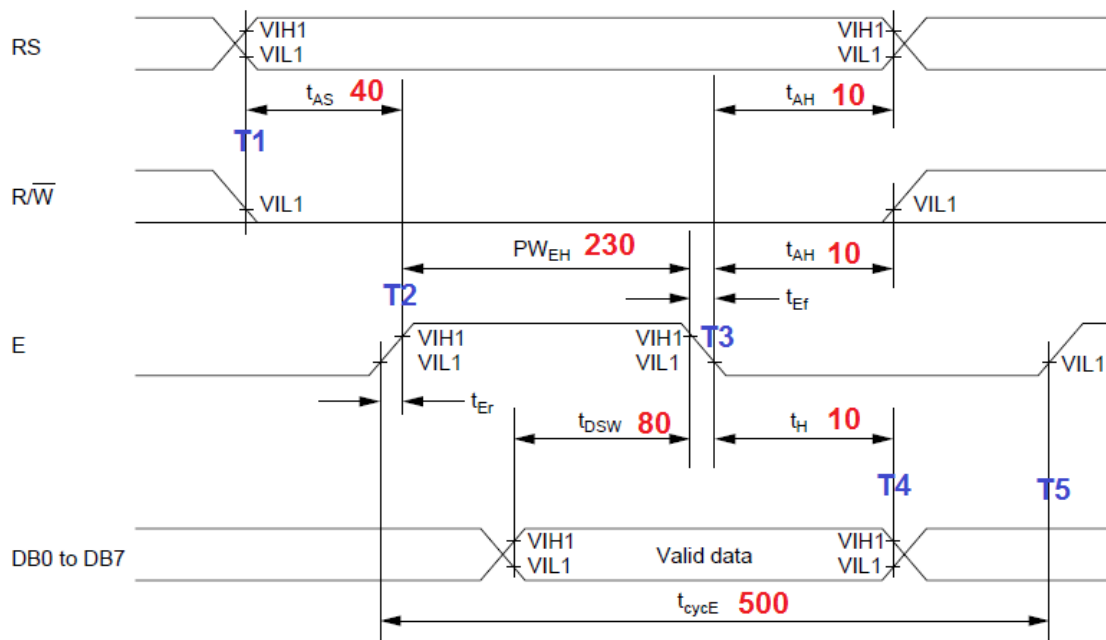

figura 3
Pentru a genera timingul din figura 3 trebuie stabilită valoarea logică a semnalelor E și RS. Pentru a activa sau inactiva semnalele E și RS folosiți macro definițiile *setbit* sau *clrbit* din fișierul defs.h
3. Așteptați  $t_{AS}$ . Valoarea lui  $t_{AS}$  se găsește în figura 3. Folosiți WAIT125 de câte ori este nevoie.
5. Așteptați  $t_{PWEH}$ . Valoarea lui  $t_{PWEH}$  se găsește în figura 3. . Folosiți WAIT125 de câte ori este nevoie.
7. Așteptați  $T_H$ . Valoarea lui  $T_H$  se găsește în figura 3. . Folosiți WAIT125 de câte ori este nevoie.